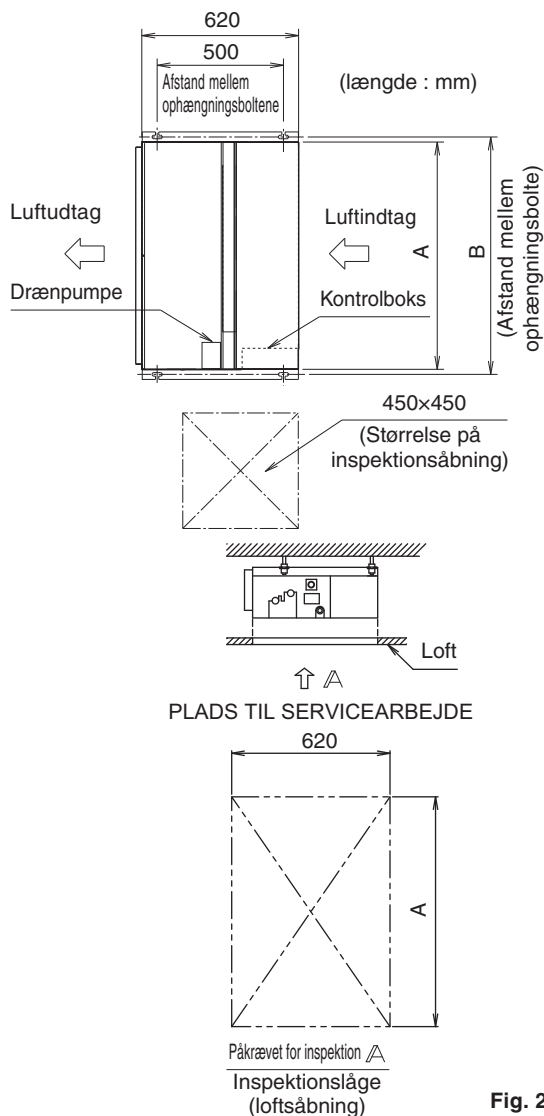

Fig. 2
(1) Kontrollér, at enheden er placeret rigtigt i forhold til ophængningsboltene. (Se fig. 2)